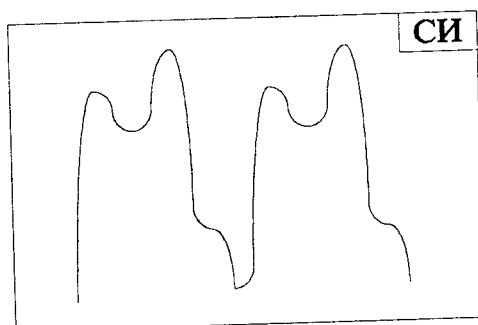

Рис. 38
**Примечание.** В некоторых случаях данная неисправность сопровождается ломаными строками (заворотами изображения по горизонтали). Такие проявления чаще всего происходят из-за двойных "горбов" (см. рис. 38) запускающих импульсов. Их источником может быть как микросхема IC401, так и короткозамкнутые витки трансформатора Т401.